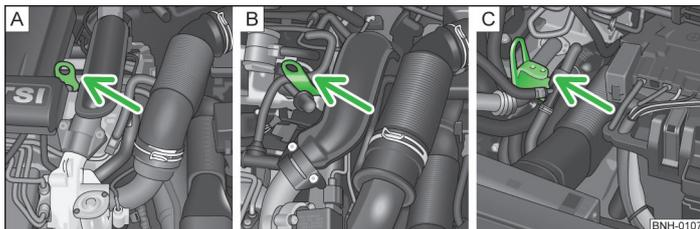

Fig. 118 Aide au démarrage du moteur - le système STOP & START
- > Moteurs 1,2 l/63 kW TSI et 1,2 l/77 kW TSI » fig. 118 -
- > Moteur 1,4 l/90 kW » fig. 118 -
- > Moteur 1,6 l/77 kW TDI CR » fig. 118 -